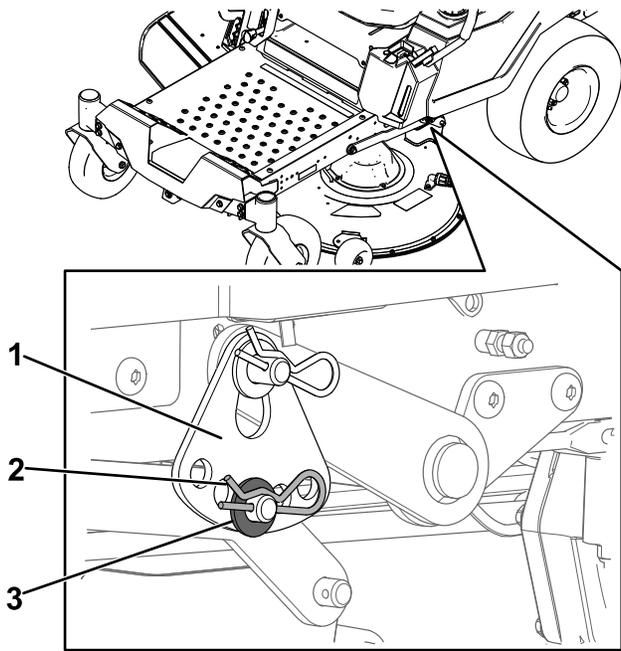

図 61
6. 下側昇降アームピンについているヘアピンコッターとワッシャを外す 図 61。